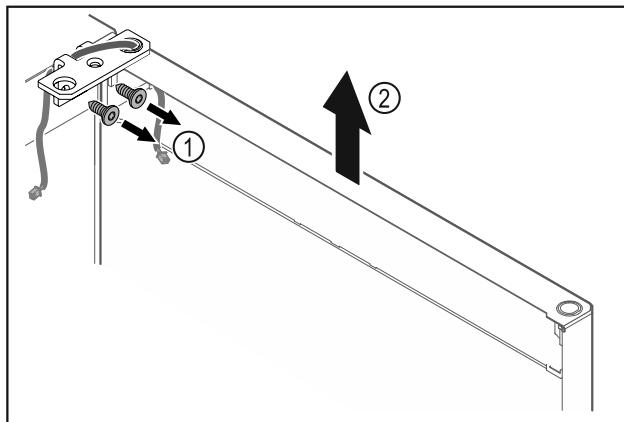

Fig. 15
- Noskrūvējiet lokāmos kronšteinus Fig. 15 (1).
- Paceliet durvis kopā ar lokāmajiem kronšteiniem Fig. 15 (2) apmēram 200 mm taisni uz augšu un noņemiet tās.